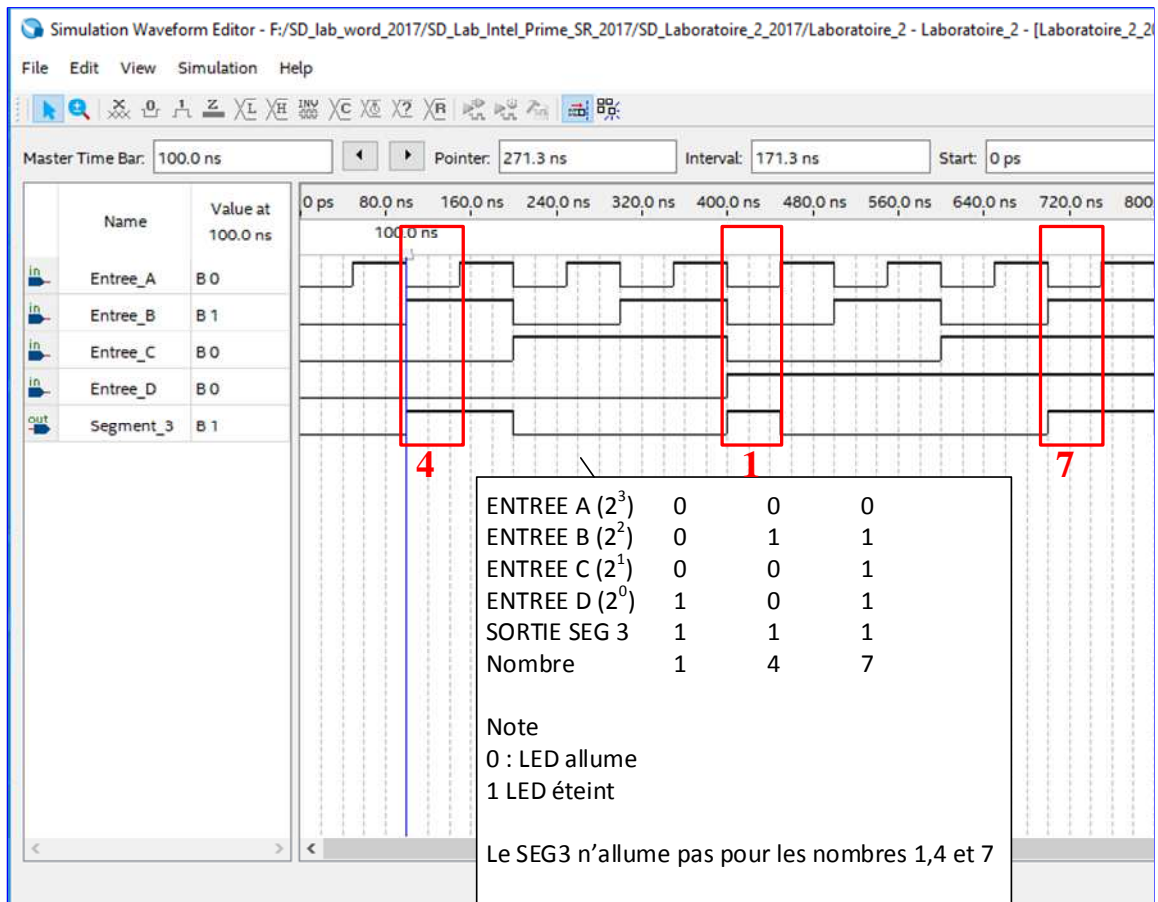

Figure 5 : Simulation pour le segment 3 pour toutes les valeurs en entrée.
4. Faites une simulation dans Quartus et montrez la sortie du **segment 3** pour toutes les valeurs possibles en entrée. La figure 5 montre le résultat attendu pour